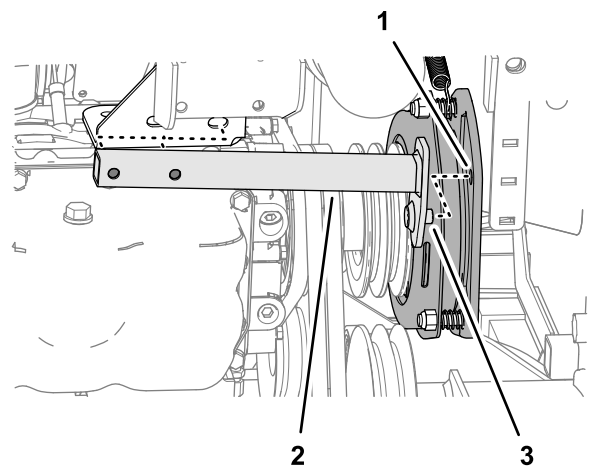

**Figura 91**
6. Togliete i 2 bulloni e 2 dadi che fissano il tubo antirotazione al supporto destro del motore (Figura 91).